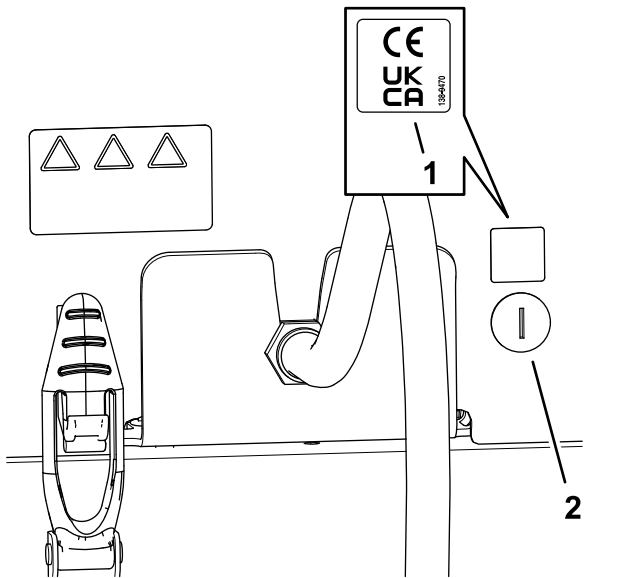

Figura 35
1. Utilice alcohol y un trapo limpio para limpiar la zona del capó alrededor del cierre del capó, y deje que el capó se seque (Figura 35).